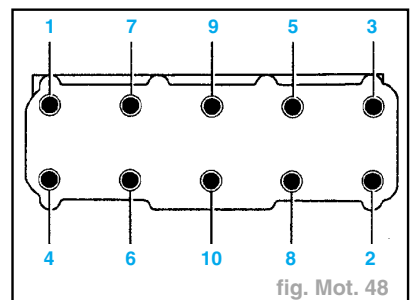

fig. Mot. 48
- Desserrer les boulons de culasse dans l'ordre indiqué et les dévisser complètement (fig. Mot. 48).